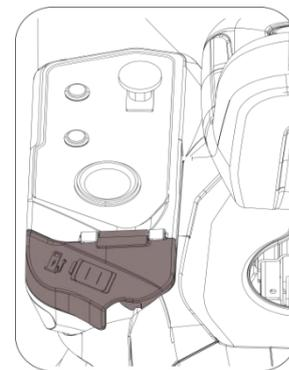

Fig. 5.1
2. Soulevez le cache de la prise de charge (Fig. 5.1).